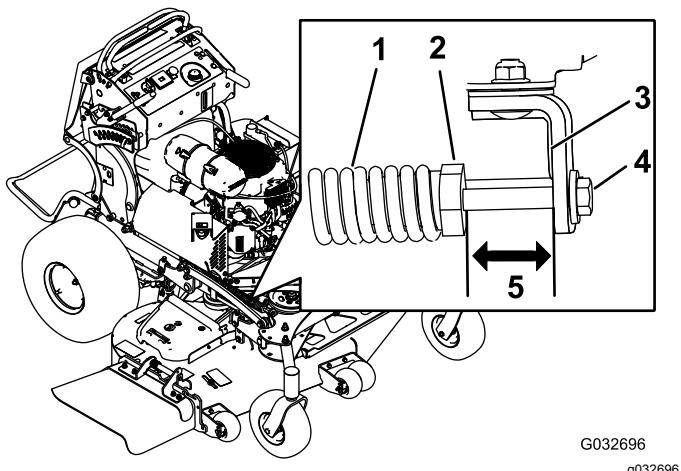

Figura 90
2. Compruebe la distancia entre la tuerca del muelle y el lado trasero del soporte de montaje soldado (Figura 90).
3. Asegúrese de que la longitud sea de 47 a 50 mm (1.8" a 2") (Figura 90).
4. Si es necesario, ajuste la distancia ajustando el perno situado en la parte delantera del soporte de montaje (Figura 90).